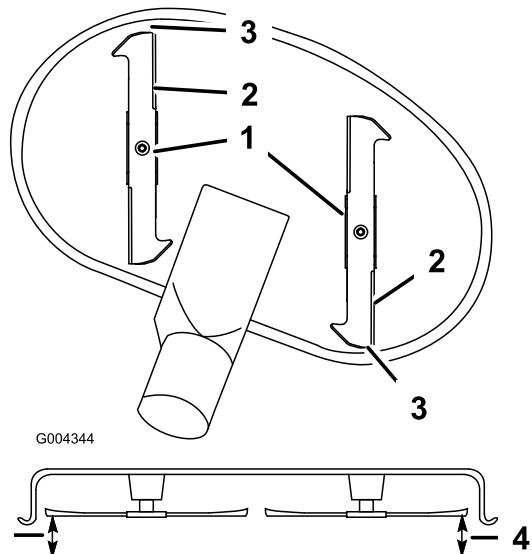

Figura 56
9. Ponga la altura de corte en **D** (76 mm) y gire con cuidado las cuchillas hasta que estén alineadas hacia adelante y hacia atrás (Figura 56).
10. Mida entre la punta de la cuchilla delantera y la superficie plana y entre la punta de la cuchilla trasera y la superficie plana (Figura 56). Si la punta de la cuchilla delantera no está entre 1,6 y 7,9 mm más baja que la punta de la cuchilla trasera, ajuste las contratuerzas delanteras.